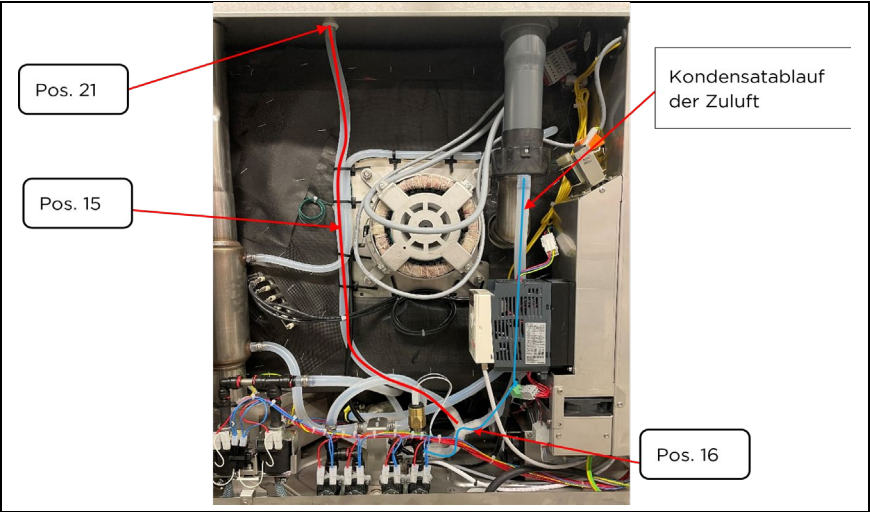

Abb. 8: Montage Kondensatleitung
- Den Kondensatschlauch mit den mitgelieferten Kabelbindern (Pos. 26) befestigen. (Abb. 8)